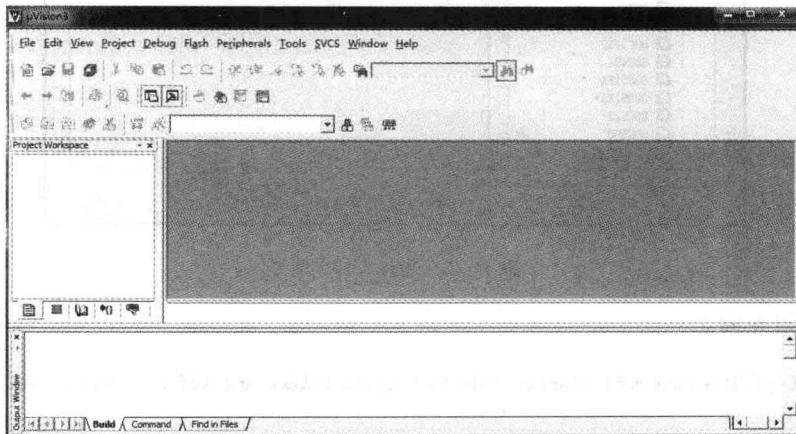

图 1-1 启动软件
1. 启动软件：双击桌面的 Keil C51 快捷图标 ，进入如图 1-1 所示的 Keil C51 集成开发环境。